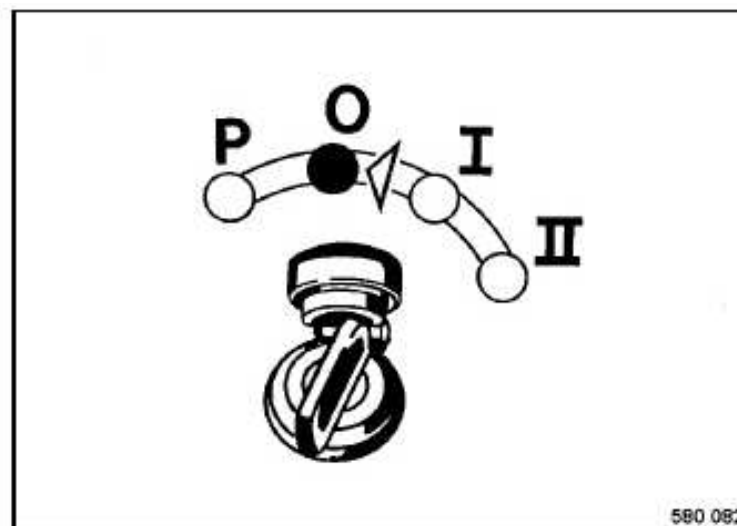

Fig. 58
- Colocar el interruptor de encendido y arranque (Fig. 58) en posición "0" ó "P" y extraer la llave de encendido.